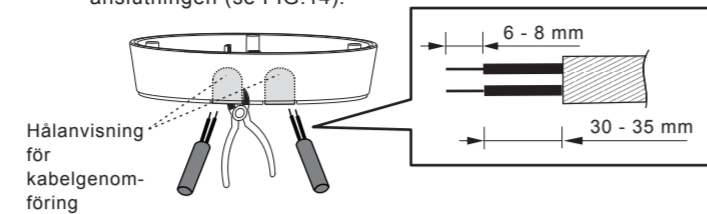

FIG.14
4.4.3.2 För att dra AC-strömkablarna genom kopplingsdosans sida använder man en tång och bryter bort hålanvisningarna för kabelgenomföring på sidan av kopplingsdosan. Sedan sticker man in kablarna i kopplingsdosan och drar igenom dem. Skala av 6 - 8 mm av ledningshöljet för den efterföljande anslutningen (se FIG.14).